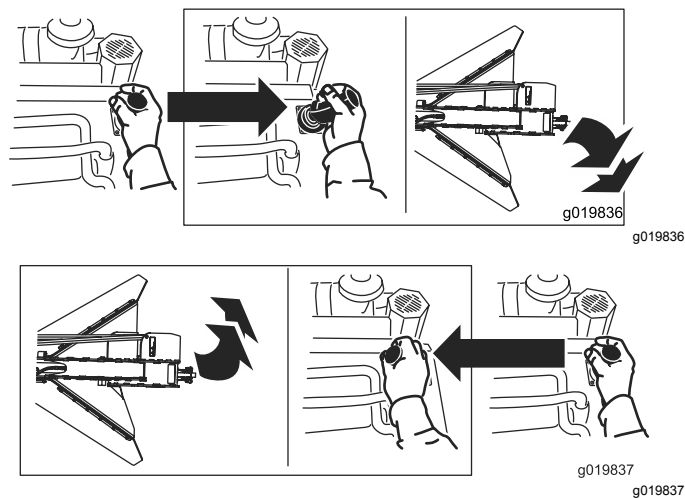

図 15
- グラインダを右または左に旋回させるには、レバーを希望する方向に動かします 図 15。